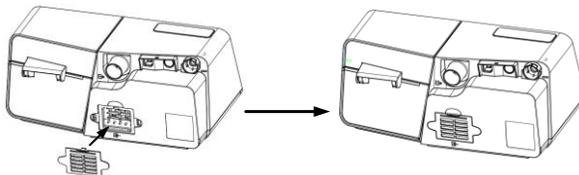

Fig. 18-5
(2) Instale la tapa del filtro que contiene el filtro de aire al dispositivo principal, como se muestra en la Fig. 18-5.